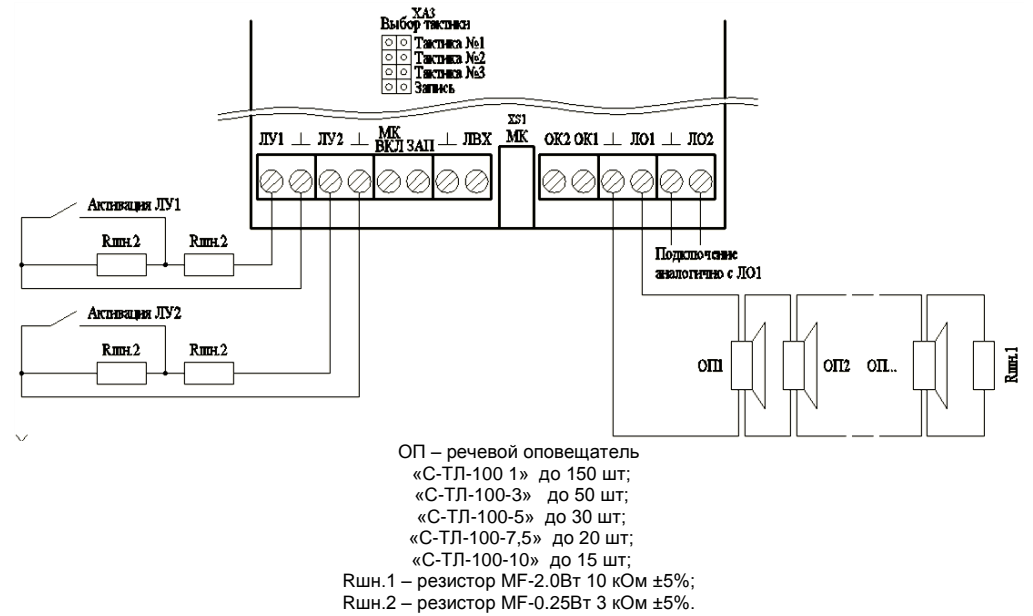

Рисунок 4. Схема внешних подключений линий управления (ЛУ1 и ЛУ2) и оповещения (ЛО1 и ЛО2)
- «ЛУ1» и «ЛУ2» данные входы служат для запуска оповещения от ПКП или устройства дистанционного пуска (УДП), каждая линия контролируется на обрыв и КЗ двумя последовательно включенными резисторами 3,0кОм±5% (см. рис. 4).
- «ЛО1» и «ЛО2» данные входы служат для подключения речевых оповещателей (до 150 шт. «С-ТЛ-100-1»; до 50 шт. «С-ТЛ-100-3»; до 30 шт. «С-ТЛ-100-5»; до 20 шт. «С-ТЛ-100-7,5»; до 15 шт. «С-ТЛ-100-10» суммарно на две линии оповещения), каждая линия контролируется на обрыв и КЗ одним резистором 10,0 кОм±5% (см. рис. 4).